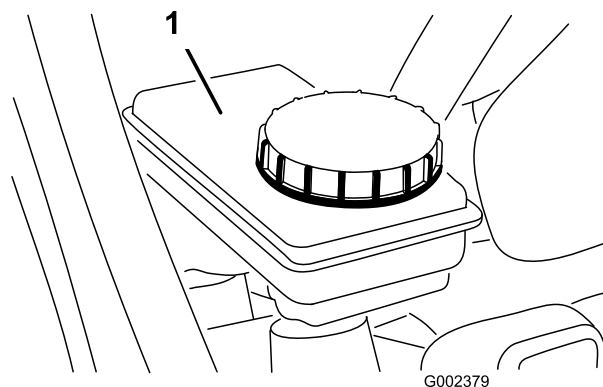

Figura 58
5. Asegúrese de que el nivel de fluido llegue a la línea Lleno del depósito (Figura 58).
6. Si el nivel de líquido es bajo, limpie la zona alrededor del tapón, retire el tapón y llene el depósito hasta el nivel correcto con el líquido de frenos especificado (Figura 58).